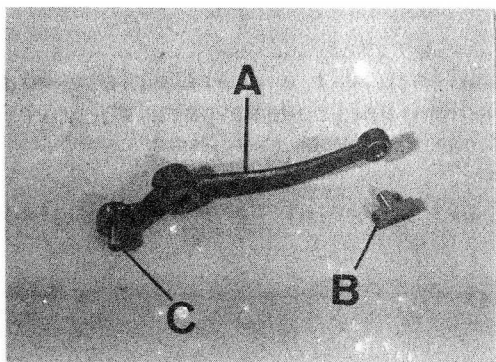

Fig. C1-75 Palanca intermedia de marcha atrás
- 1.3. Extraer la palanca intermedia, A (Fig. C1-75) en unión del patín, B.
- 2.1. Verificar el desgaste del patín, B (Fig. C1-75) y el pasador de enlace, C, y proceder a su sustitución, si dicho desgaste fuera excesivo.